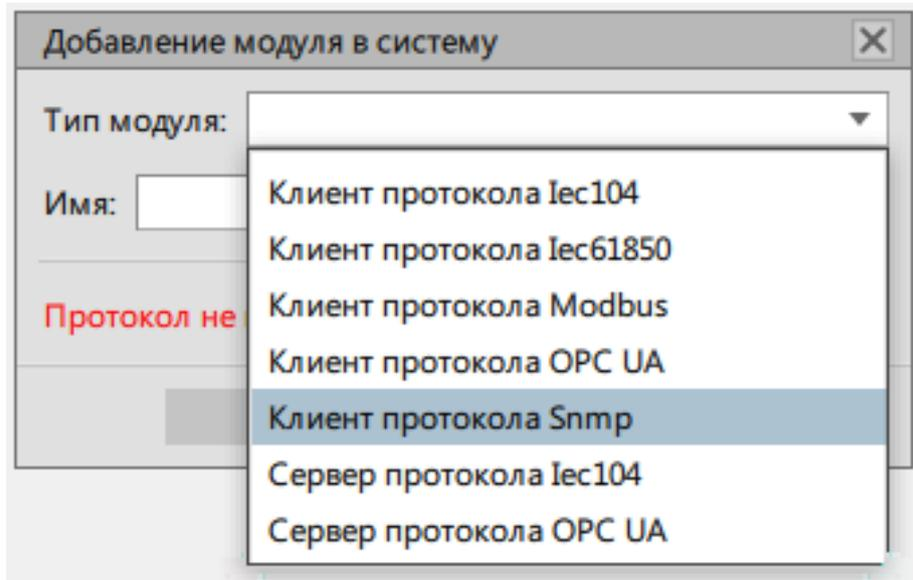

Рисунок 240 - Клиент протокола Snmp
12. Выберите модуль **Клиент протокола Snmp** и нажмите **ОК** (Рисунок 240).